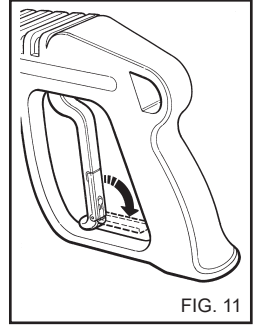

FIG. 11
- Quando l'idropulitrice non viene utilizzata chiudere il dispositivo di sicurezza dell'impugnatura. (fig. 11).